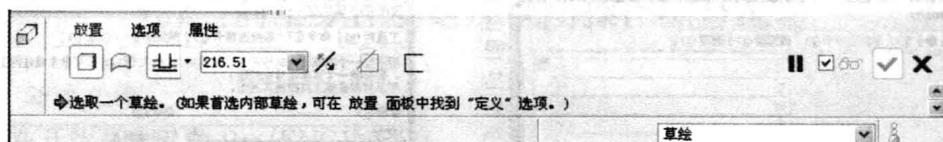

图 1.7 拉伸特征操控面板
① 单击特征工具栏中的【拉伸】工具 , 或选择【插入】|【拉伸】命令, 进入拉伸特征创建环境。
②这时系统弹出拉伸特征操控面板,如图 1.7 所示。